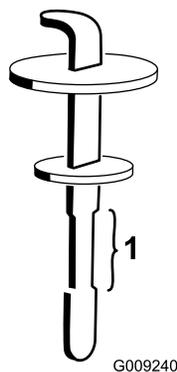

図 134
- 補給口の首からディップスティックを抜き、ウェスできれいに拭く。もう一度首に差し込んで引き抜き、オイルの量を点検する **図 134**。